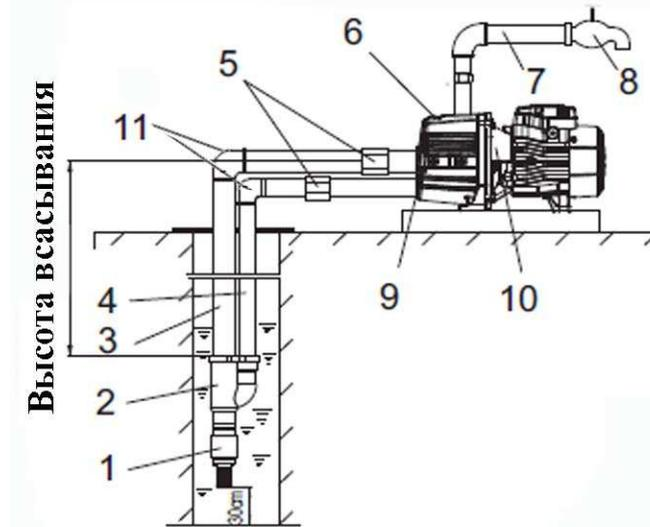

Рис. 7. Схема установки насосов моделей AJDm55/4H, AJDm75/4H, AJDm110/4H.
10. Входной и напорный трубопроводы должны быть закреплены между собой через каждые 5м медной проволокой(см. рис. 7 стр.11).